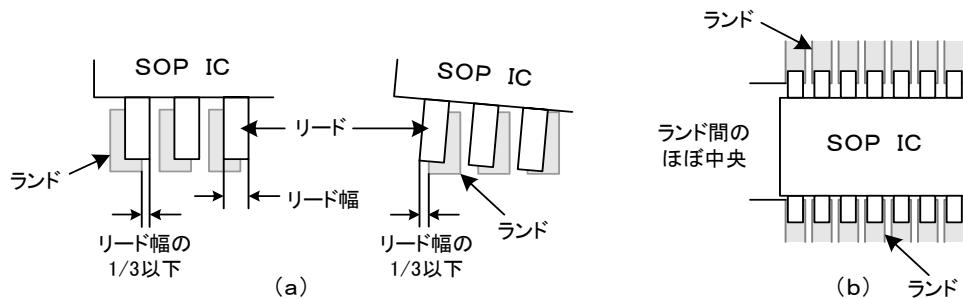

図 5
- ⑦ SOP IC (IC5) は、ランドとの位置ずれが図 5 (a) に示す範囲内となるよう取付ける。また、リード方向のずれは、図 5 (b) に示すようにランド間のほぼ中央に取り付けること。